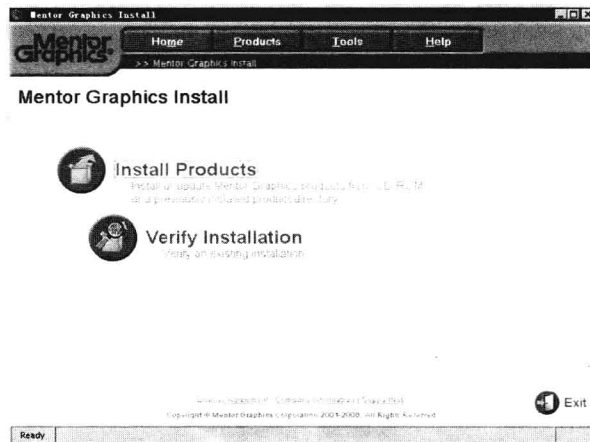

图 1-14 “Mentor Graphics Install”对话框
⑥ 单击 **Yes** 按钮，系统自动创建路径，然后弹出“Mentor Graphics Install”对话框，如图 1-14 所示。